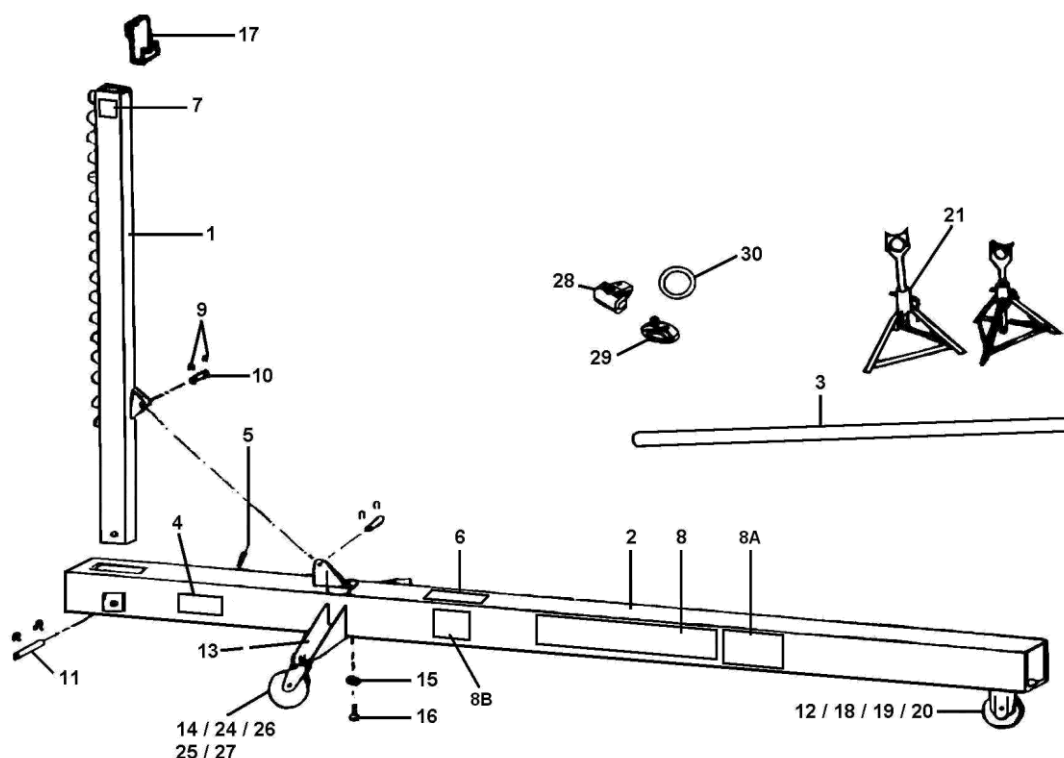

Рис. 1
1. Закрепите поворотные колеса (14), гайками на кронштейны (13) как на (рис. 1)
2. Установите поворотные колеса на кронштейне (13) на основание рамы (2) с помощью винтов (16) и гроверов (15).
3. Установите переднее неподвижное колесо (18) на основание рамы (2) с помощью 4 винтов М8 х 20 (19), шайб (12) и гаек (20).
4. Поместите вертикальный поворотный рычаг (1) в основание рамы (2).
5. Совместите отверстия и вставьте шарнирный палец (11); затем положите крепежные кольца в пазы.